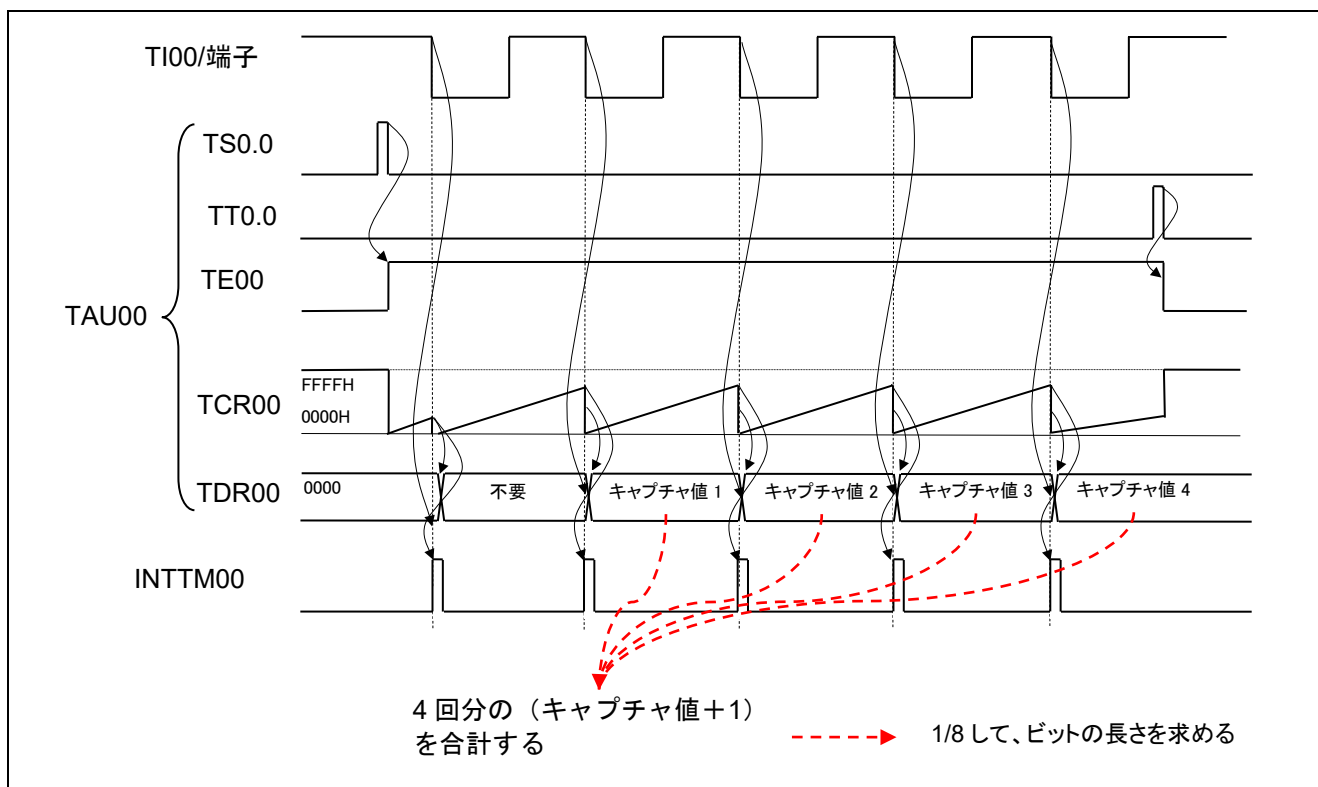

図 1.2 ポーレート測定動作概要のタイミングチャート
- 図 1.2 にボーレート測定動作概要のタイミングチャートを示します。